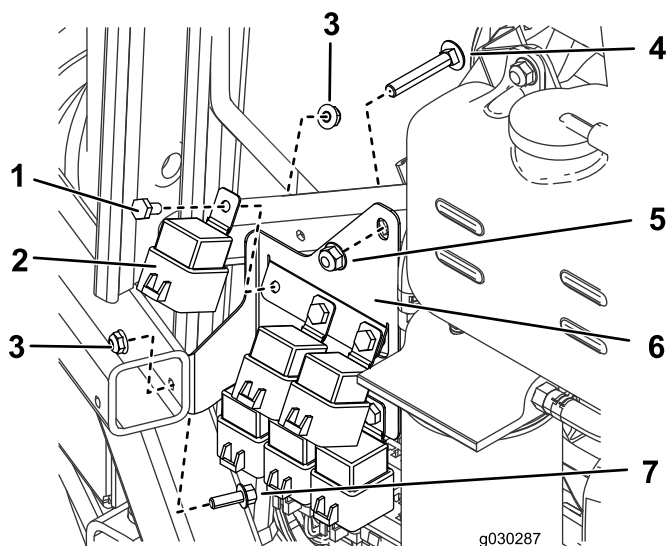

Рисунок 21
1. С правой стороны машины установите 6 реле на кронштейн реле при помощи 6 болтов (1/4 x 1/2 дюйма) и 6 гаек (1/4 дюйма), как показано на Рисунок 21.
- Используя болт (1/4 x 3/4 дюйма), гайку (1/4 дюйма) и только что снятые болт с гайкой, установите кронштейн реле на машину (Рисунок 21).